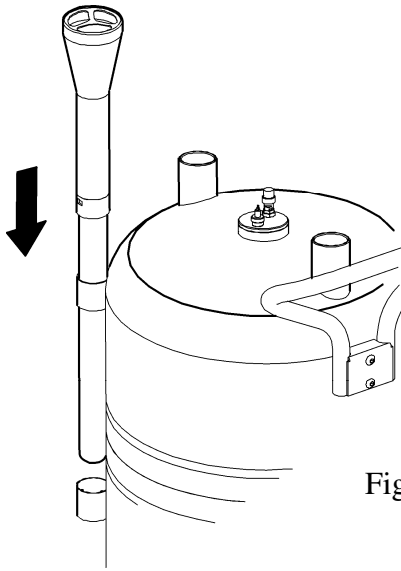

Fig 2
(GB) Mount the probe holster into the support on the container. Fig.2.
(SE) Montera sugsondshölstret i sina fästen till vänster på tanken. Fig.2.
(FR) Placer le porte-sondes sur le support qui lui convient. Fig 2.